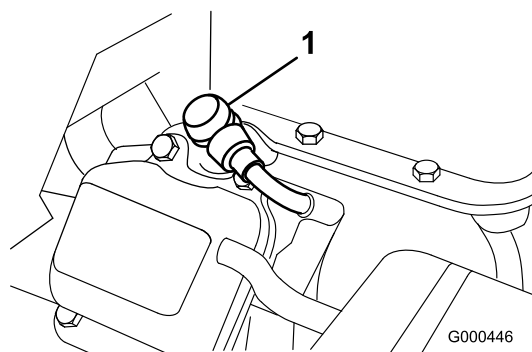

Figura 30
1. Staccate il cappello della candela (Figura 30).